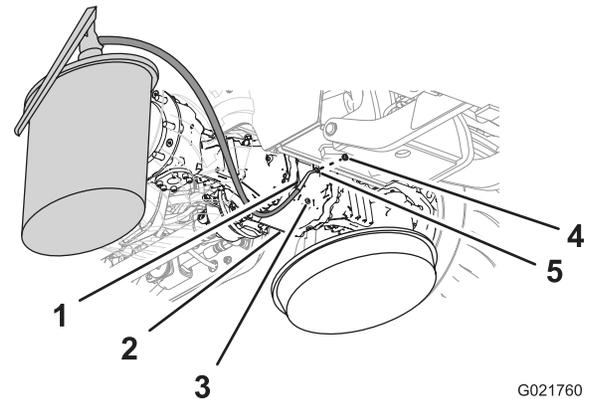
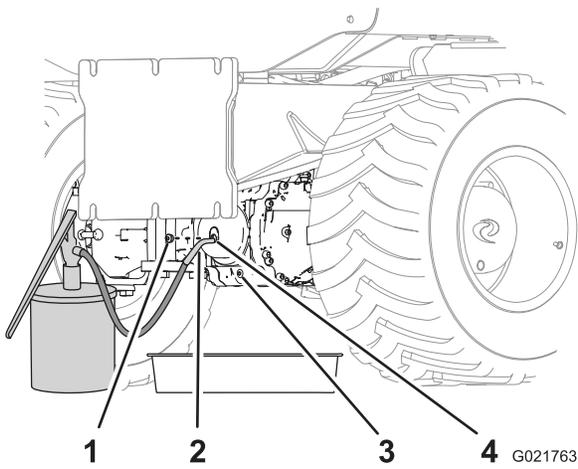

Figura 70
Figura 71
5. Instale uno de los tapones en el orificio de vaciado (Figura 70 y Figura 71).
6. Llene el alojamiento del piñón y el eje con el aceite especificado a través de la mirilla hasta que el aceite llegue a las roscas de la parte inferior del orificio (Figura 70 y Figura 71).
8. Instale el otro tapón en la mirilla del alojamiento del piñón (Figura 70/Figura 71).